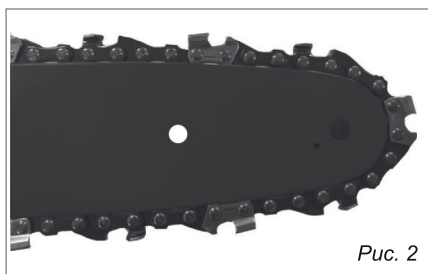

Рис. 2
2. Поместите пильную цепь вокруг направляющей планки, начиная с верхней части планки. Вставьте пильную цепь в кольцевую канавку. При установке цепи соблюдайте правильное направление движения цепи (Рис. 2).